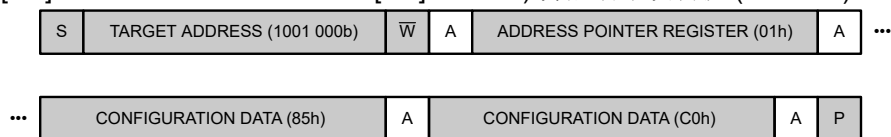
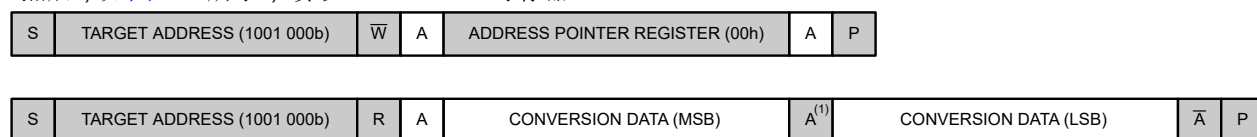
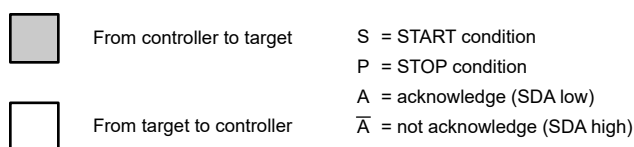

图 9-5. 对 Configuration 寄存器进行写入
图 9-7. 读取 Conversion 寄存器
图 9-8. I²C 序列图的图例
3. 然后，如图 9-7 所示，读取 Conversion 寄存器。
为了节省时间，还可以在读取转换结果 (步骤 3) 之前启动新的转换 (步骤 4)。图 9-8 列出了图 9-5 至图 9-7 的图例。